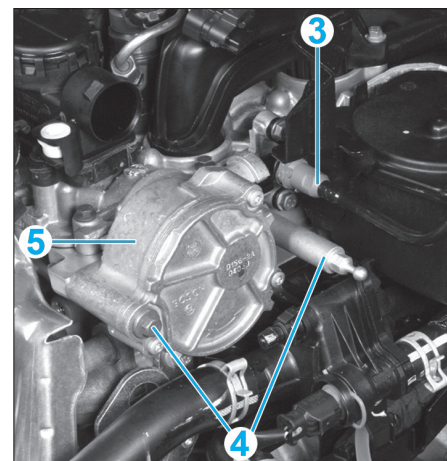

Fig. 49
- Désaccoupler le raccord en (3) (Fig. 49).
- les vis (4),
- la pompe à vide (5).